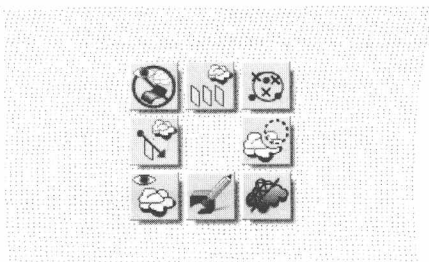
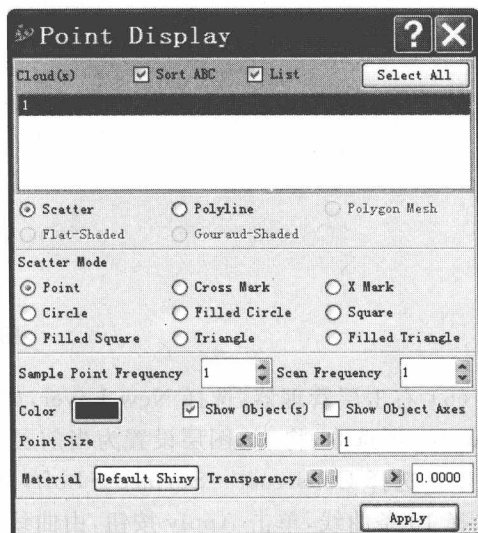

图 1.4
图 1.5
(2) 右击点云, 选择 , 如图 1.4 所示, 得到点云特性显示对话框, 如图 1.5 所示, 可以根据点云的名称, 修改点云显示的形状为 Cross Mark(十字形)或 Circle(圆形)等, 也可改变点云的颜色(Color)、点云的大小(Point Size)等。最后单击 Apply 按钮完成对话框的设置。